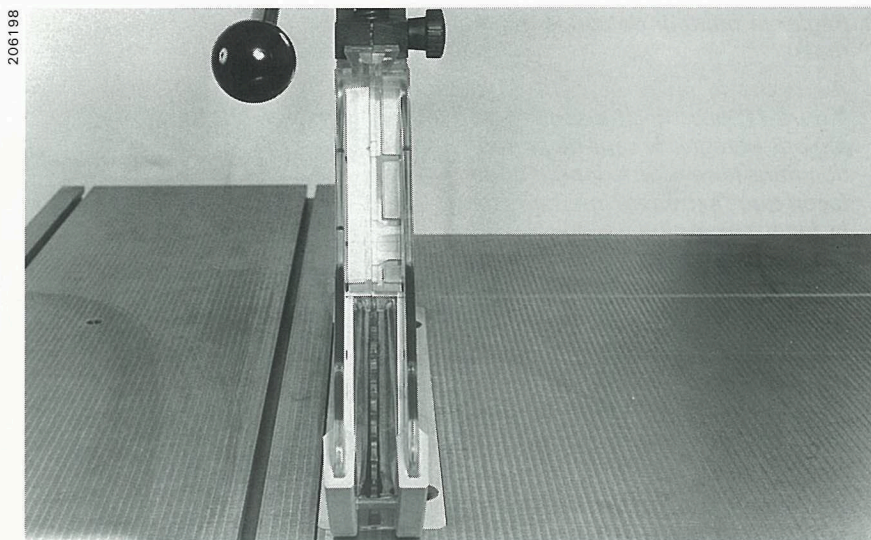

Bild 12 / Figure 12
- Die Schutzhaube mit der Spindel so verschieben, dass das Kreissägeblatt in die Mitte des Schutzhaubenfensters zu liegen kommt (Bild 12).
- Déplacer latéralement la cape avec la broche de façon que la fenêtre soit centrée sur la lame (figure 12).
- Ensure that sawblade is in line with the centre of the safety guard window by repositioning axle within adapter (Fig. 12).